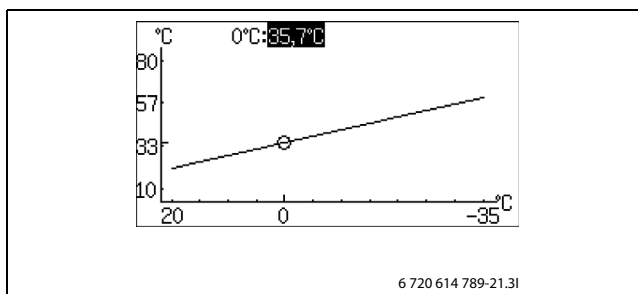

Bild 63
- ▶ Vrid ratten när fyrkanten är markerad tills 0°C är markerad (→ Bild 63).